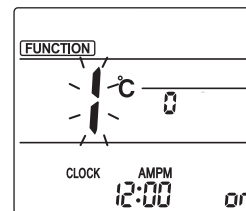

Fig. 1
① Переход в режим ручной настройки дефлектора. Нажмите кнопку [MENU]. (Начните эту операцию с выключенного дисплея дистанционного пульта управления.) Появится индикация "FUNCTION" (ФУНКЦИЯ), и будет мигать "1". (Fig. 1)